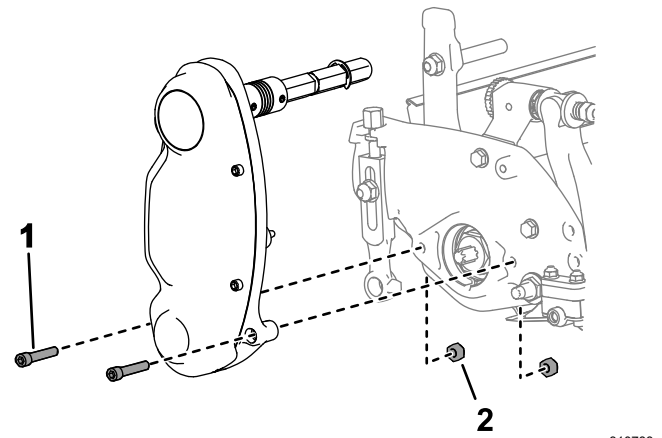

Figura 6
2. Remova as porcas do interior da placa lateral (**Figura 6**).
1. Remova as ferragens que prendem o conjunto da transmissão do cilindro à placa lateral (**Figura 6**).